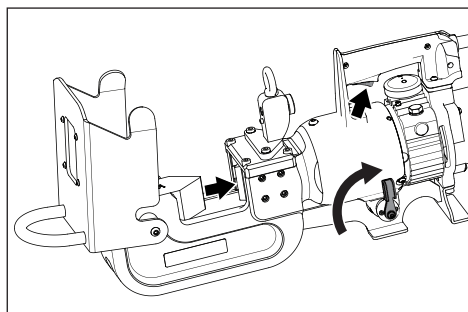

Figura 8, Retraer pistón
- Con la palanca direccional en la posición 2, pulse y mantenga pulsado el gatillo para que se retraiga el pistón y se deslice la cuchilla móvil hacia atrás. Véase Figura 8.
Asegúrese de que el pistón y la cuchilla móvil estén en la posición inicial completamente retraída antes de colocar la cadena en el cabezal de corte. Véase Figura 8.
3. Asegúrese de que el pistón esté en la posición inicial (totalmente retraído). Véase Figura 8.